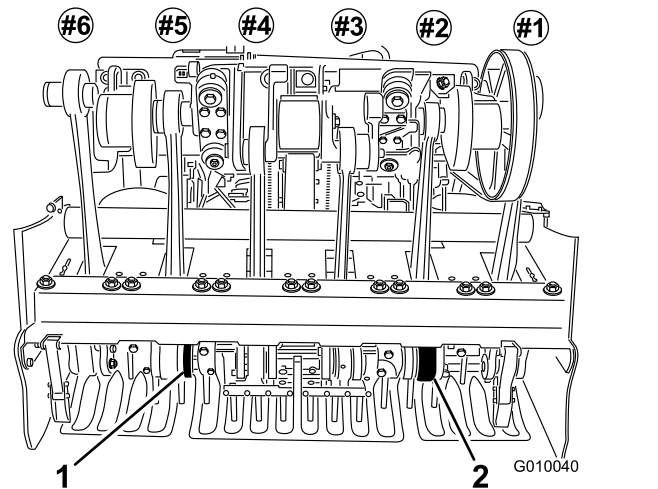

Рисунок 25
- Установите зубья в держатели зубьев № 2 и № 5 (Рисунок 25). Затяните болты.